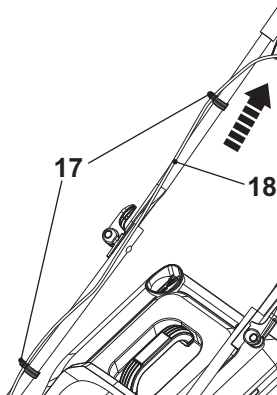

Fig. 4
- Fixez le câble d'interconnexion (18) avec deux serre-câbles (17) (Fig. 4). Tirez le câble d'interconnexion (18) pour éviter tout contact avec la roue arrière (9) si nécessaire.